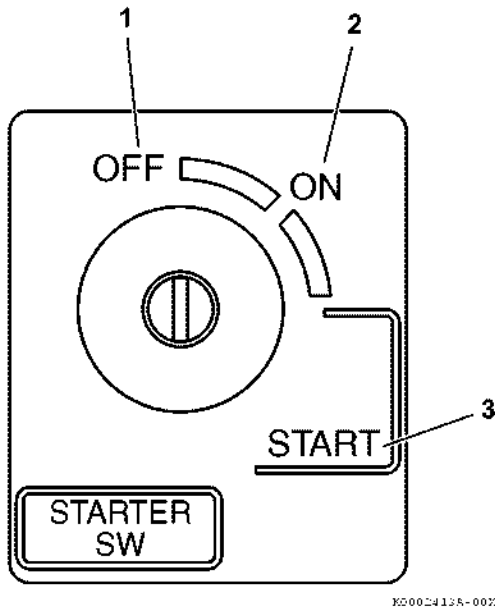

Рис. 34
Положение OFF (ВЫКЛ.) (Рис. 34, (1)). Когда ключ в этом положении — двигатель останавливается. Отключается подача тока на аккумулятор, устройство аварийной остановки при низком давлении масла и другие электрические устройства прекращают работу. Ключ следует вставлять в это положение и вынимать из него.
ON (ВКЛ.) (Рис. 34, (2)) Ключ находится в этом положении, когда двигатель работает. После запуска двигателя ключ автоматически возвращается в это положение.
START (ПУСК) (Рис. 34, (3)) Поверните ключ в это положение, чтобы завести двигатель. Как только двигатель заведется, отпустите ключ, и он автоматически возвратится в положение ON (ВКЛ.).